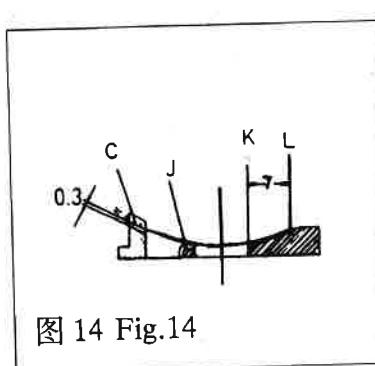

图 14 Fig.14
(2)高低位置 机针与针板的高低位置有三处(图 14):
① 机针与针板左导针槽 "C" 底面距离不大于 0.3 毫米。
② 机针与机针护板 "J" 应轻微接触;
③ 机针与针板右导针槽底面(KL 弧面)刚好接触。
The are three locations between the needle and the needle plate(Fig.14)